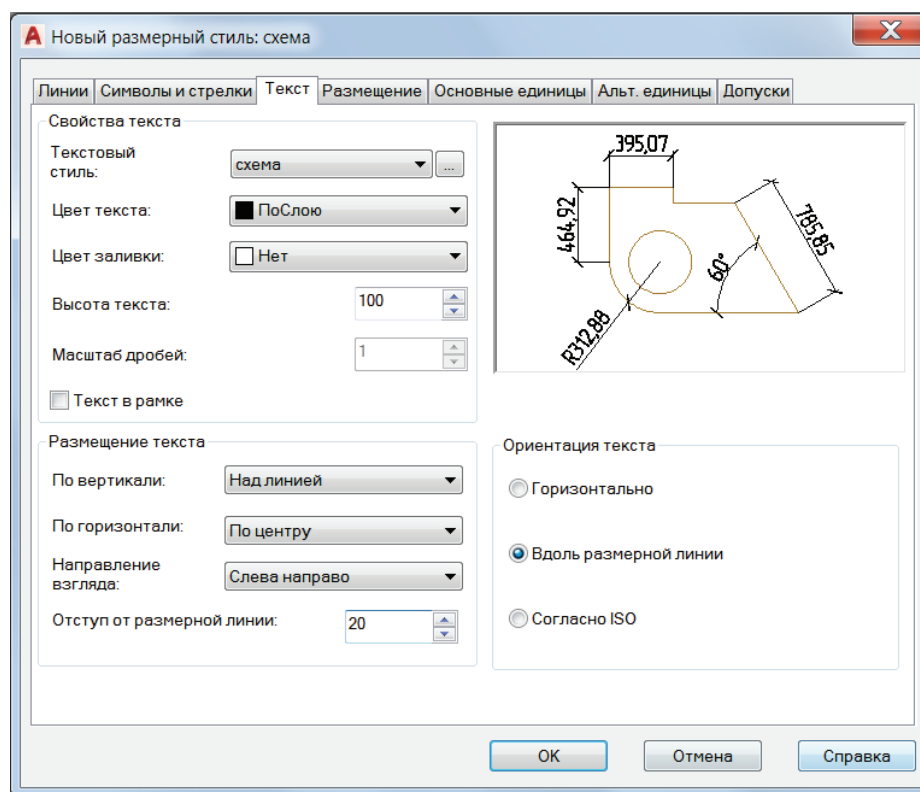

Рис. 2.5.25. Диалоговое окно **Новый размерный стиль**. Вкладка **Текст**
- **Вкладка Текст** (рис. 2.5.25).